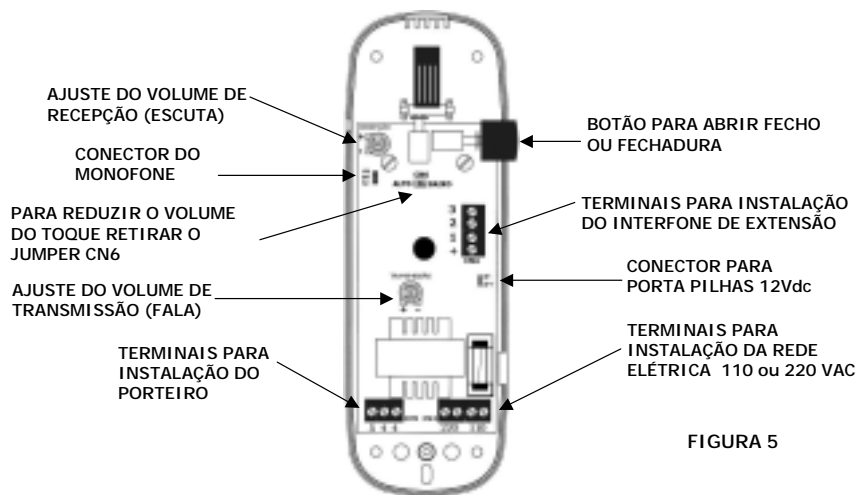

FIGURA 5
Caso a comunicação necessite de ajuste da transmissão (fala) e da recepção (escuta), isso poderá ser feito através dos ajustes de volume, trimpot TX (transmissão – fala) e trimpot RX (recepção – escuta), vide figura 5.
correspondente, vide figura 5
Este produto não tem chave seletora de tensão, para liga-lo, ligue os terminais identificados como 110V na rede elétrica 110V ou ligue os terminais identificados como 220V na rede elétrica 220V, vide figura 5.
3) Para manter o sistema funcionando a comunicação na falta de energia elétrica, instale o porta pilhas opcional, vide figura 5.
4) Para acionamento do fecho ou fechadura eletromagnética de qualquer outro local da residência colocar um botão adicional (Botoeira NA Amelco) entre os TERMINAIS (4) e (1), vide tabela de especificações dos fios.
Quando a campainha for pressionada no porteiro da rua, o sistema emitirá um toque no interfone. Ao ouvir o toque, você atende o interfone, estabelecendo a comunicação e reconhecendo o visitante, fazendo com que você não se exponha indo até o portão (SEGURANÇA e CONFORTO). Para acionar a abertura do portão (se tiver fecho ou fechadura instalada), basta apertar o botão lateral do interfone, vide figura 5.